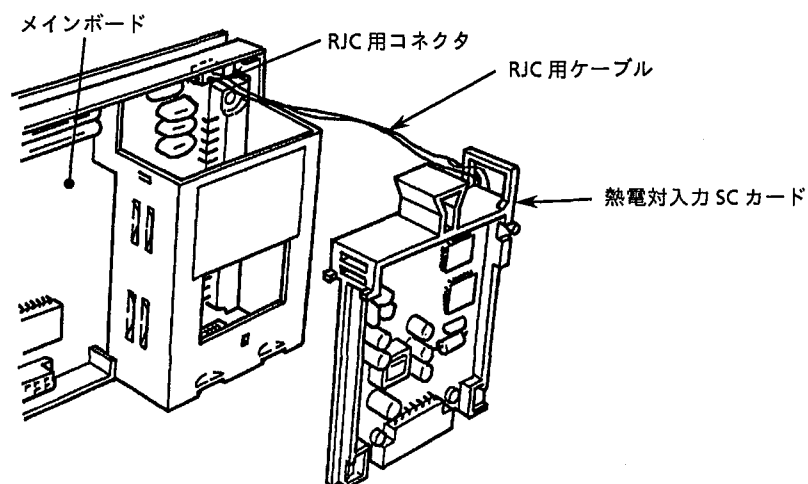

図 11.7 RJC 用コネクタの取り外し
- ③ 熱電対入力SCカードの場合、RJC用コネクタを外します(図11.7参照)。
- ① 取り外し方法と逆の手順で、新しいSCカードをセットします。このとき、カードは左右にあるガイドを通すようにしてください。
- ② 熱電対入力SCカードの場合、装着後、RJC用ケーブルは折りたたんで奥に押し込んでください。